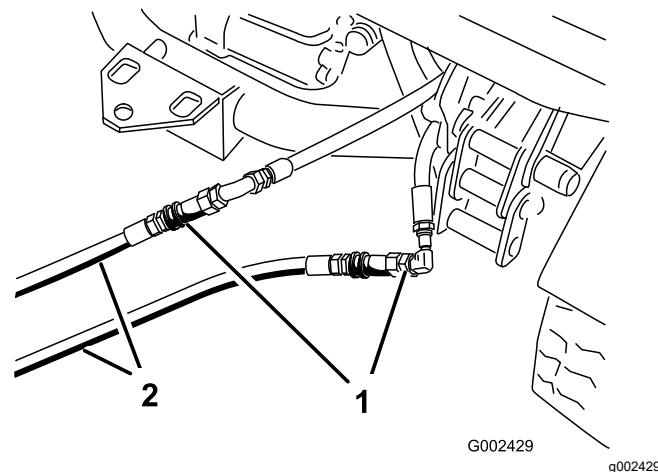

図 76
3. 故障しているワークマンのカップラホースに、救援用ホース 2 本を接続する 図 76。